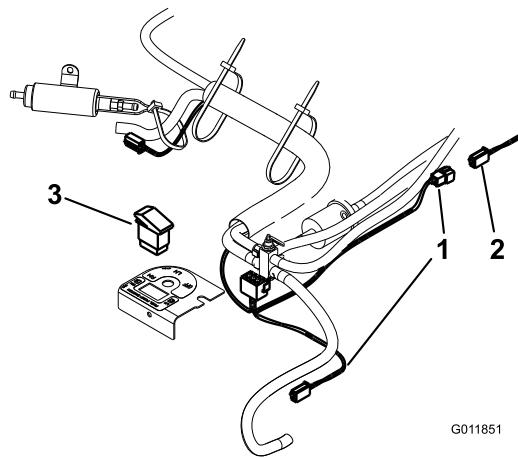
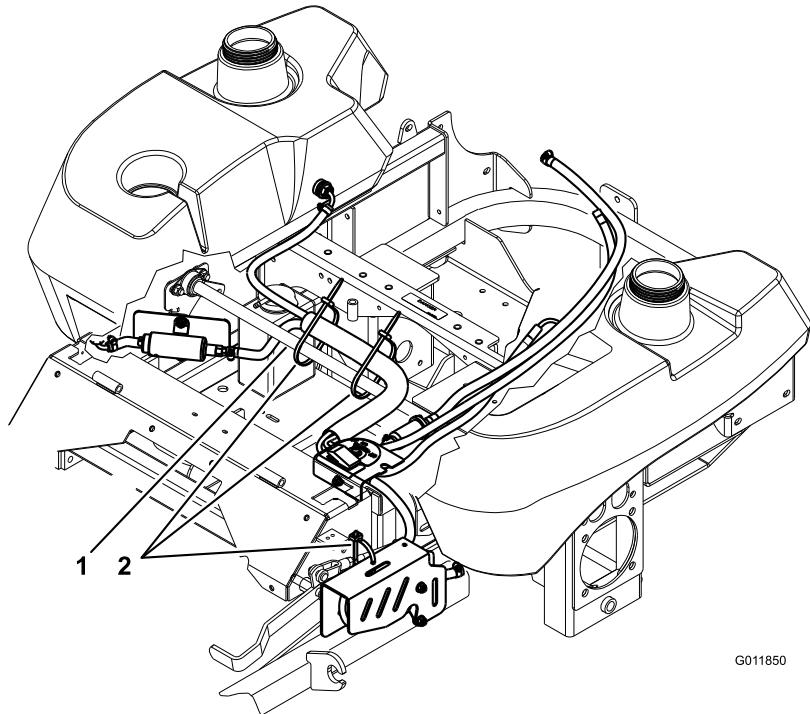

Figura 12
Figura 13
11. Pase el tubo de combustible nuevo que viene de la válvula selectora de combustible a través del bastidor según se indica en Figura 12 y Figura 13, y conéctelo
siguiendo el recorrido del tubo de combustible, y conéctelo a la bomba de combustible. Mantenga los cables de la bomba de combustible dentro del soporte de la bomba de combustible izquierda. Tire de los cables hacia atrás y conecte el arnés de cables nuevo (Figura 12).
20. Conecte el arnés de cables nuevo a la bomba de combustible derecha, recoja el cable sobrante y sujetelo con una brida de plástico (Figura 12).
21. Conecte el arnés de cables nuevo al arnés de cables principal. Se trata de la misma conexión que se utilizó para la bomba de combustible existente (Figura 12).
22. Sujete provisionalmente el tubo de combustible al travesaño del freno según se indica con 2 bridas de plástico (Figura 13).
23. Utilice una brida de plástico para sujetar el tubo de combustible a los taladros centrales del soporte de la bomba de combustible de la izquierda (Figura 13).